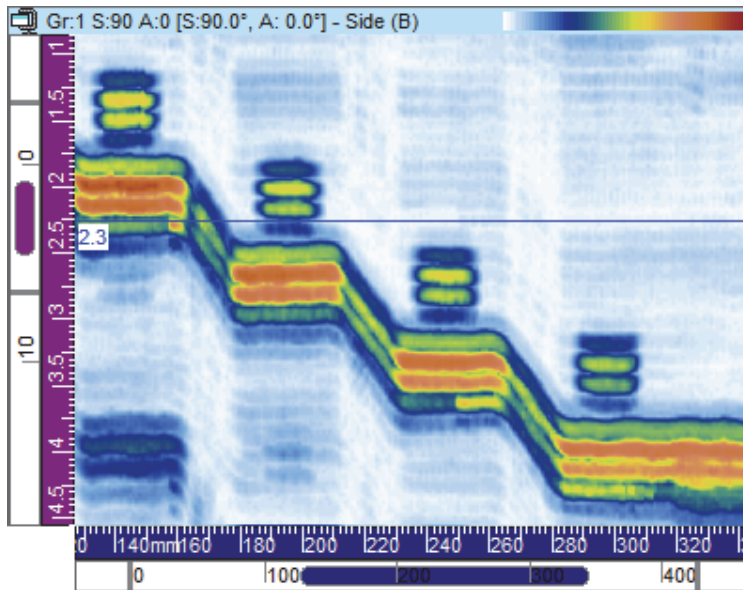

Abbildung 3-22 Seitenansicht (B)
Die Seitenansicht (B) (Abbildung 3-22 auf Seite 84) ist eine zweidimensionale grafische Darstellung der Prüfdaten. Eine der Achsen ist die Scan-Achse und die andere ist der unkorrigierte Ultraschallweg. Die Position der angezeigten Daten